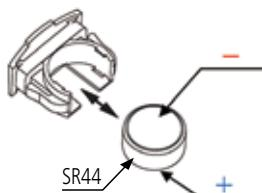

Fig. 1
4. Para un tipo digimatic, use una batería SR44 (**Código No. 938882**). (Fig. 1)